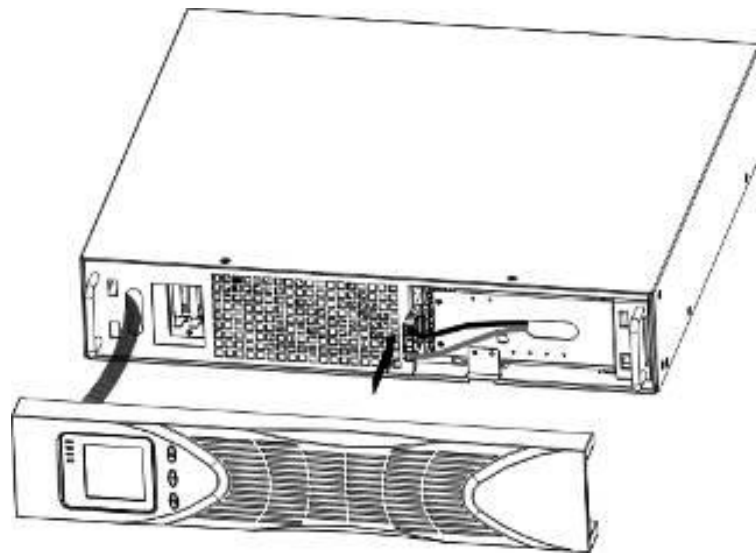

Рисунок 6 Підключення внутрішніх акумуляторів ДБЖ
- b) Підключіть внутрішній роз'єм акумулятора (див. Рисунок 6)